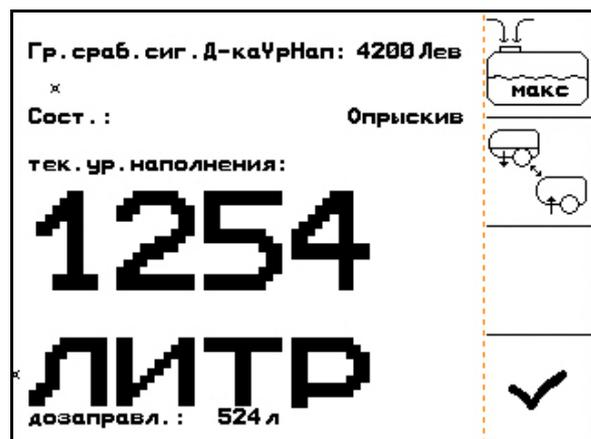

Рис. 87
3. Нажатием  вызовите меню "Наполнение" (Рис. 87).